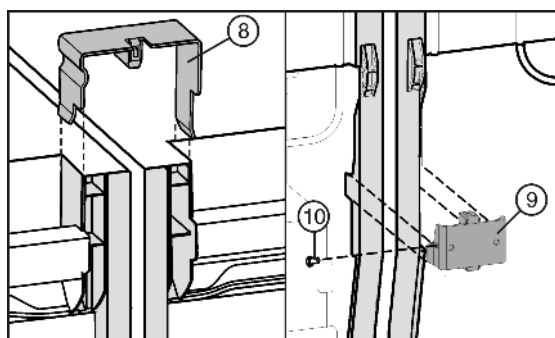

Fig. 7
- ▶ Sätt förbindelseklämman Fig. 7 (8) uptill på den mittersta sidoväggen.
- ▶ Sätt in förbindelsevinkeln Fig. 7 (9) nedtill i det passande urtaget.
- ▶ Montera skruven Fig. 7 (10) om förbindningsvinkeln sitter lite löst.